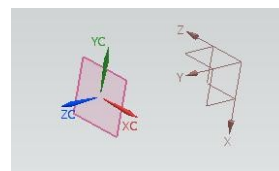

рис.44
- Предварительно на этой плоскости поставить PCK (рис.44).